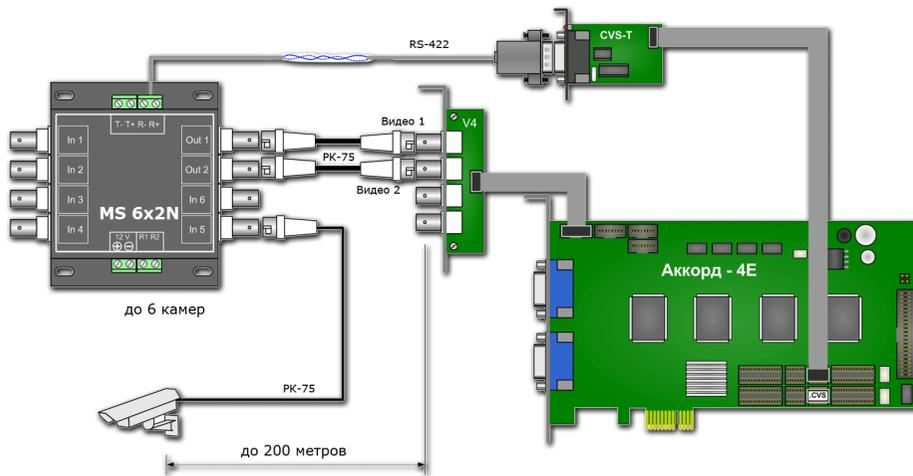

Рисунок 1. Схема подключения оборудования.
2. Установите плату ввода изображений в свободный PCI слот, в соседнем слоте разместите планку передатчика команд управления **CVS-T** и панель **CV-V4**. (Рис.1).
3. Соедините разъем DB9 передатчика **CVS-T** с портом управления R+R- (приемник команд управления) на коммутаторе **MS6x2N** прилагаемым кабелем RS422 (Рис. 1).
4. Соедините кабелем с BNC разъёмами выходы **Out 1** и **Out 2** коммутатора **MS 6x2** (Рис.2) и входы **Видео 1** и **Видео 2** платы **CVS-V4**, соединенной с платой ввода изображений (см. Рис.1).
9. В плату установлен ключ защиты **CVS-CHIP** (Рис. 1). Для получения лицензионного файла необходимо на электронную почту cvsnt@cvsnt.ru отправить письмо, указав в теме и в теле письма серийный номер платы. В ответ на посланное письмо придет письмо с лицензионным файлом **<serial_number>.lic**. Его необходимо разместить в каталоге **LIC*.***.